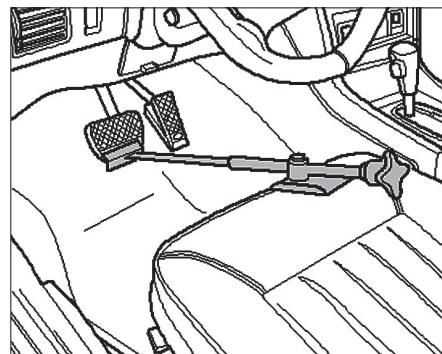

FIG. 27
- Mettre en place le pousse-pédale de frein [1] (Fig.27).